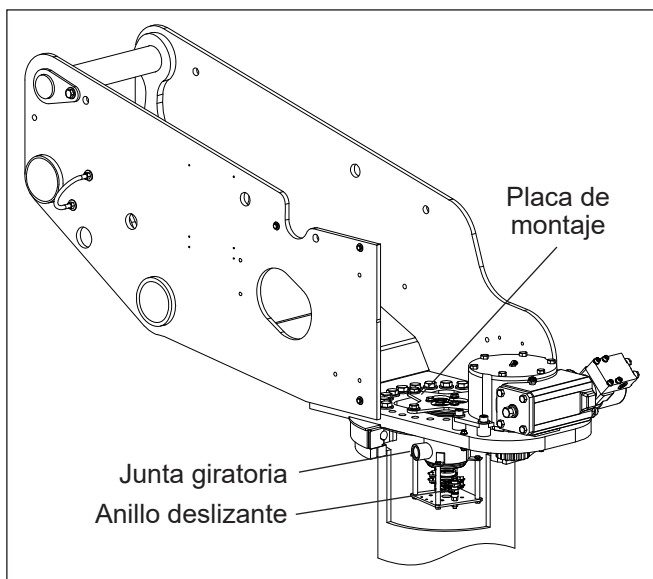

Figura 6.1 — Junta giratoria
La junta giratoria permite la rotación continua de la tornamesa sin doblar las mangueras hidráulicas en el pedestal y la tornamesa. La capa interna de la junta giratoria está conectada a la placa de montaje (consulte la Figura 6.1).
La placa de montaje está ajustada al pedestal con tornillos y tuercas de seguridad. Como se muestra en la Figura 6.1, la carcasa está conectada a la tornamesa con un pasador que hace que la carcasa rote junto con la tornamesa. Las líneas hidráulicas que están conectadas a través de la junta giratoria son las líneas de presión y de retorno. La junta giratoria utiliza adaptadores con rosca recta SAE. Los adaptadores de la tubería no se acoplarán a estos puertos. No instale estos adaptadores a los puertos de la junta giratoria.
8. Inserte un tornillo de montaje del anillo deslizante a través de un tubo espaciador, el anillo deslizante y la pestaña superior de la junta giratoria. Asegúrelo con una tuerca. Repita este paso para los otros tornillos y tubos espaciadores (consulte la Figura 6.1).